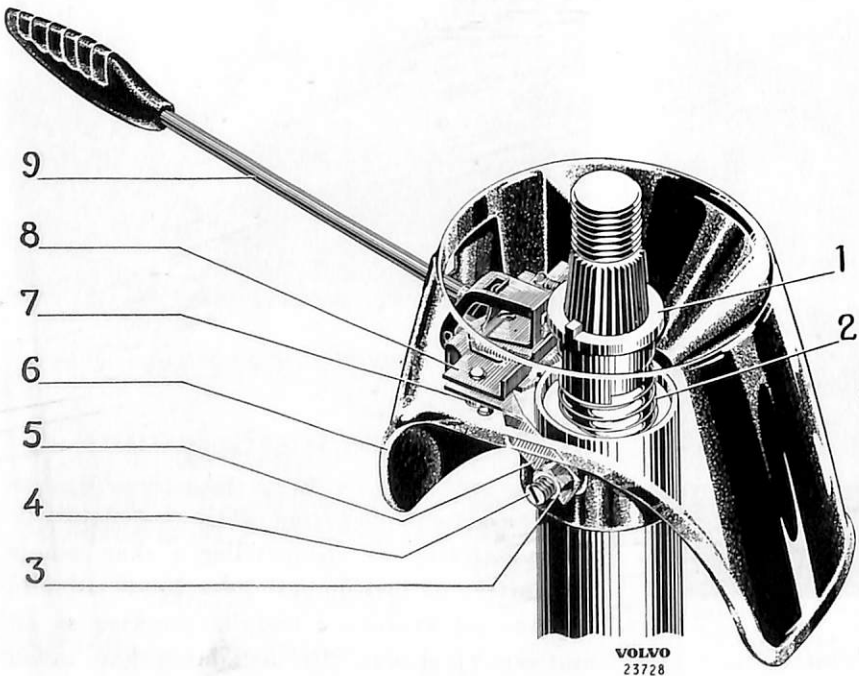

Bild 83. Körvisaromkopplare.
- 3. Lossa låsmuttern, 3 bild 83, samt skruva ur stoppskraven (4) några varv.
Justering av körvisaromkopplaren sker genom att skruv 4 bild 83 lossas varefter kåpa med omkopplare kan vridas i önskat läge. I höjddled bör en spalt på omkr. 2 mm lämnas mellan ratt och kåpa.